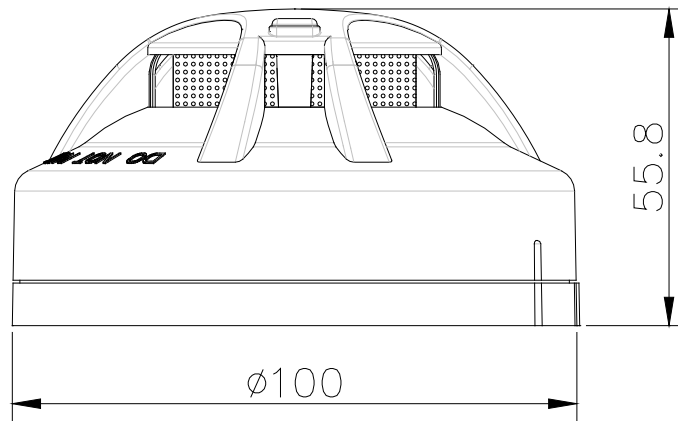
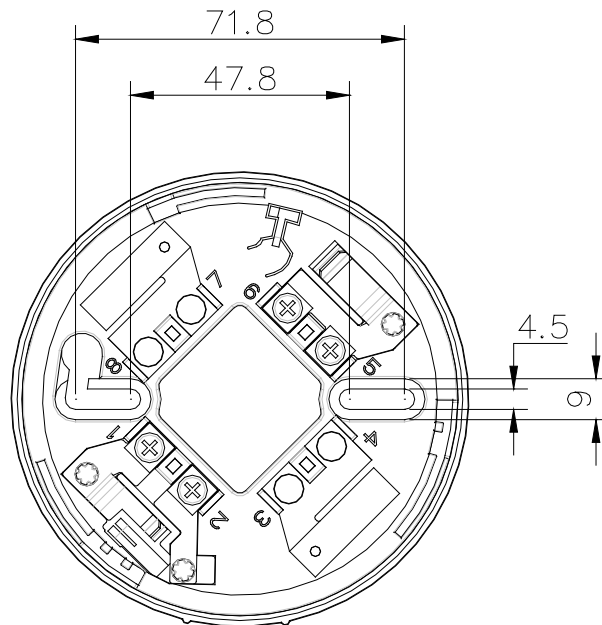

图 1: JTY-GM-TX3101 外形尺寸
图 2: JTY-GM-TX3101 安装尺寸
1. 感烟探测器的外形尺寸及安装尺寸示意图如图 1、图 2 所示